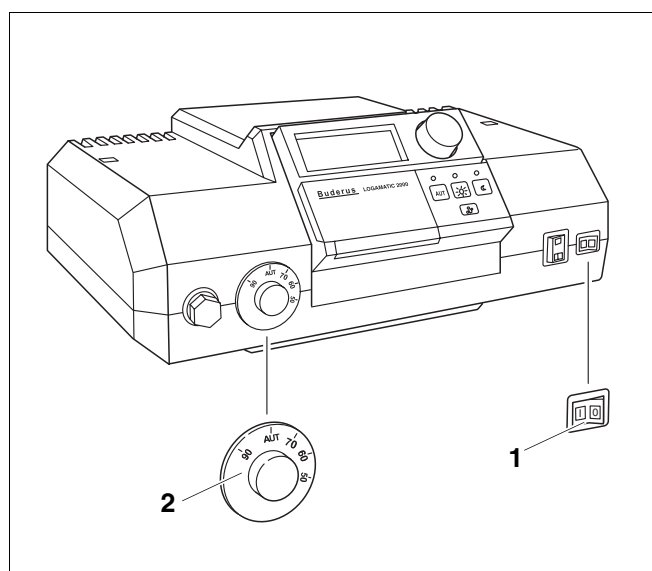

Abb. 3 Regelgerät (hier z. B.: Logamatic 2107)
Nehmen Sie Ihren Heizkessel über das Regelgerät in Betrieb (im Beispiel hier (Abb. 3): Regelgerät Logamatic 2107). Mit der Inbetriebnahme des Regelgerätes nehmen Sie automatisch den Brenner mit in Betrieb. Der Brenner kann anschließend vom Regelgerät gestartet werden. Weitere Informationen dazu können Sie in der Bedienungsanleitung des jeweiligen Regelgerätes oder Brenners nachlesen.
- Stellen Sie den Kesselwassertemperaturregler (Abb. 3, **Pos. 2**) auf „AUT“.
- Stellen Sie den Betriebsschalter (Abb. 3, **Pos. 1**) in Stellung „I“ (EIN).
Nehmen Sie Ihren Heizkessel über das Regelgerät außer Betrieb (im Beispiel hier (Abb. 3, Seite 7: Regelgerät Logamatic 2107). Mit der Außerbetriebnahme des Regelgerätes wird der Brenner automatisch mit abgeschaltet.
- Stellen Sie den Betriebsschalter (Abb. 3, **Pos. 1**, Seite 7) in Stellung „0“ (AUS).